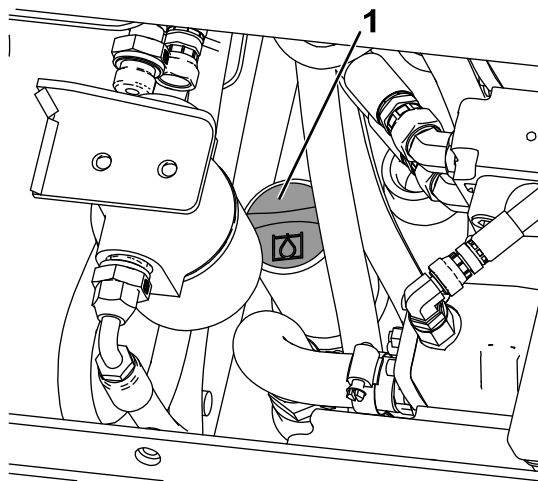

Bild 62
7. Reinigen Sie den Bereich um den Füllstutzen des Hydraulikbehälter (Bild 62).